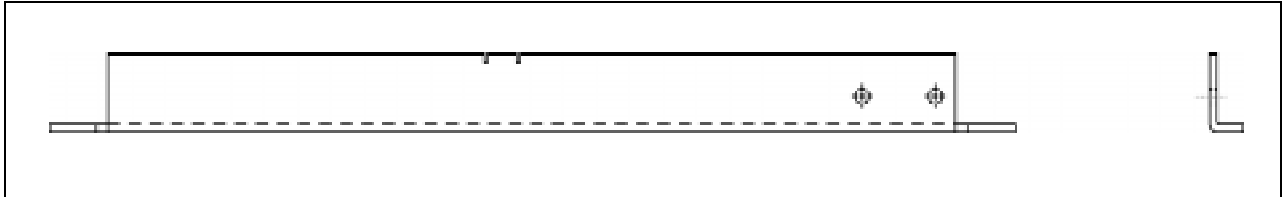

Figure 5 : Support #220977.
19. Positionner le support #220977 (figure 5) sous le véhicule. Faire coïncider les trous de passage de la pièce avec ceux du panneau de fond (figure 6, élément 6). Souder.